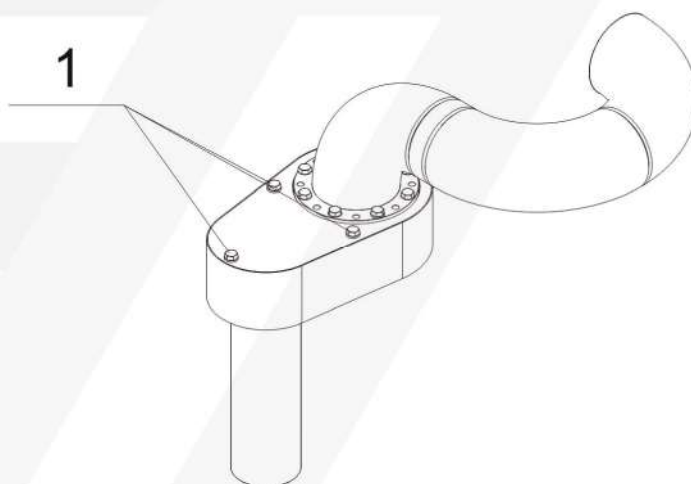

Рисунок 6 - Крышка поворотного устройства
1. Открутить винты крышки поворотного устройства и снять крышку поворотного устройства (поз.1 рисунок 6)